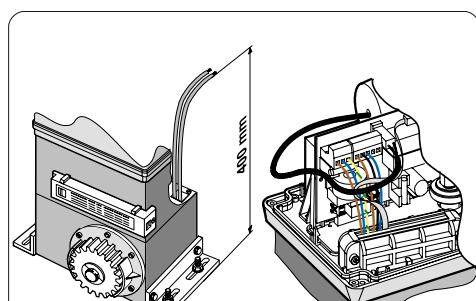

Рис. 10
3. Расположите привод на основании, используя шайбы и гайки из комплекта, как показано на рис.9. Во время этой процедуры, проложите кабели через канал в нижней части корпуса двигателя (рис.10 выноска А). Проложите кабели к блоку управления через специальное отверстие, используя прорезиненный кабельный хомут. Расчехлите кабель, так чтобы хомут удерживал каждый проводок в отдельности. (рис.10 выноска В).